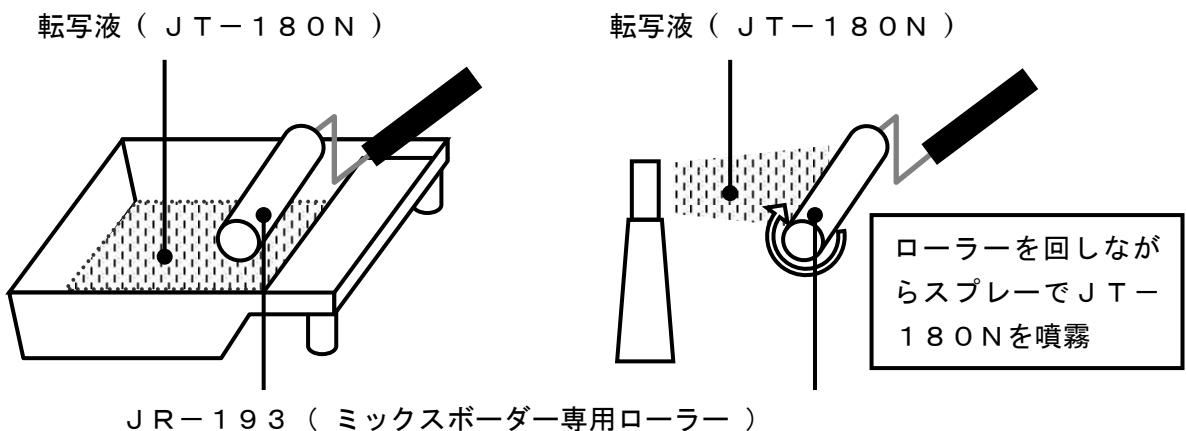

図 2
- ・専用ローラーJR-193に転写液JT-180Nを塗布してください(図2)。